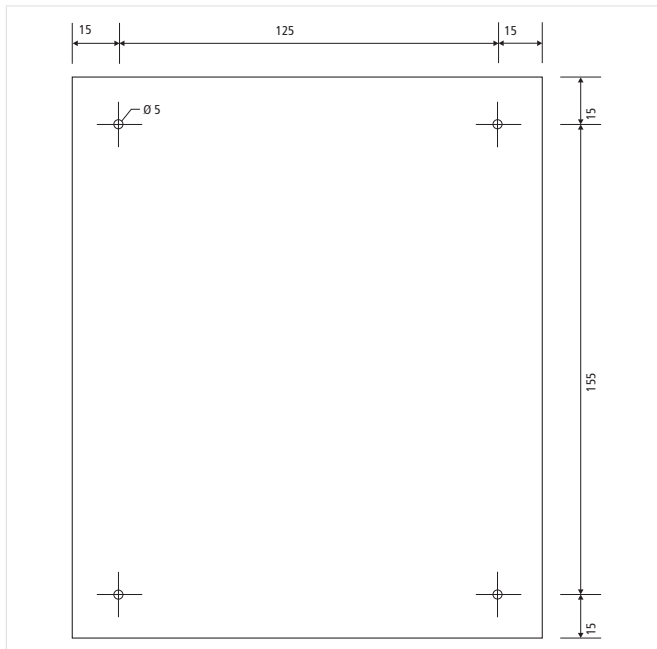

Abb. 4: Bohrbild, Angaben in mm (keine 1:1 Bohrvorlage)
- ▶ Das Magnetfilter-System MFS 25 am Halter mit vier Bohrlöchern Ø 5 mm auf stabilem Untergrund befestigen (siehe Abb. 4).